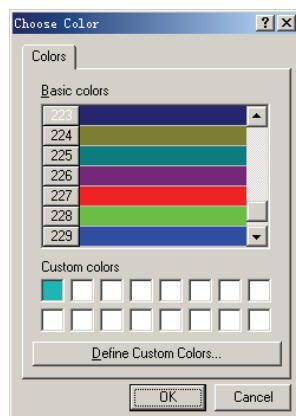

图 2-75 “Choose Color”对话框
2) “Color”: 设置导线的颜色。单击“Color”项右边的色块后，弹出如图 2-75 所示的“Choose Color (设置颜色)”对话框。提供 238 种预设颜色，选择所要的颜色，单击“OK”按钮，即可完成导线颜色的设置。也可以单击此对话框中的“Define Custom Colors”按钮，选择自定义颜色。